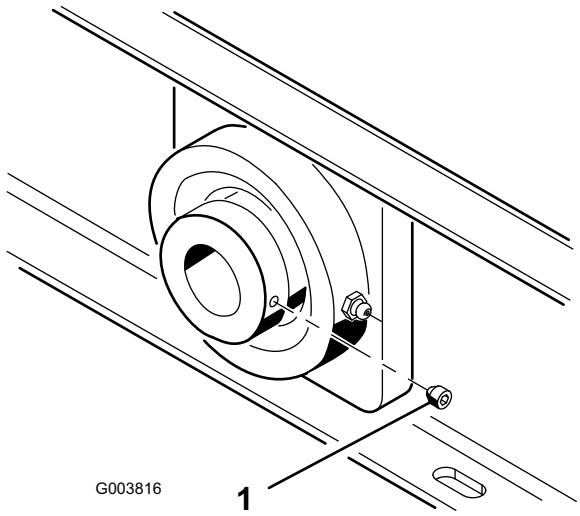

Figura 11
- Los tornillos de fijación del cojinete del eje del ventilador (Figura 11) deben apretarse a 6,5–9,3 Nm